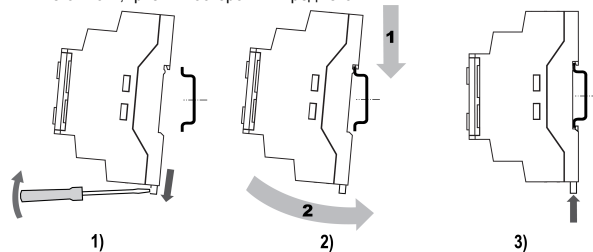

Рисунок 1 – Монтаж и демонтаж прибора
1. Установить прибор на DIN-рейку, предварительно оттянув защелку (см. рисунок 1, 1).
2. С усилием прижать прибор к DIN-рейке и зафиксировать защелку (см. рисунок 1, 2 и 3).